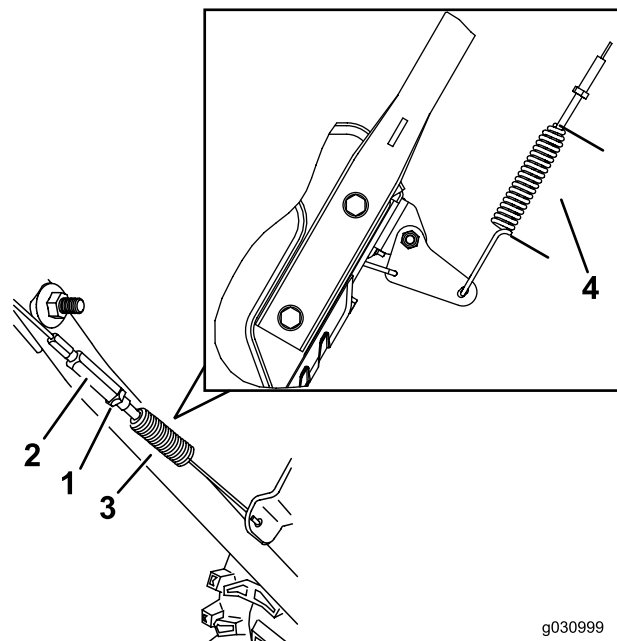

Figure 32
3. Desserrez ou serrez le tendeur pour régler la longueur du ressort à 5,5 cm (2,18 po), comme montré à la Figure 32.
4. Serrez l'écrou de blocage (Figure 32) en vérifiant que le câble est légèrement tendu.